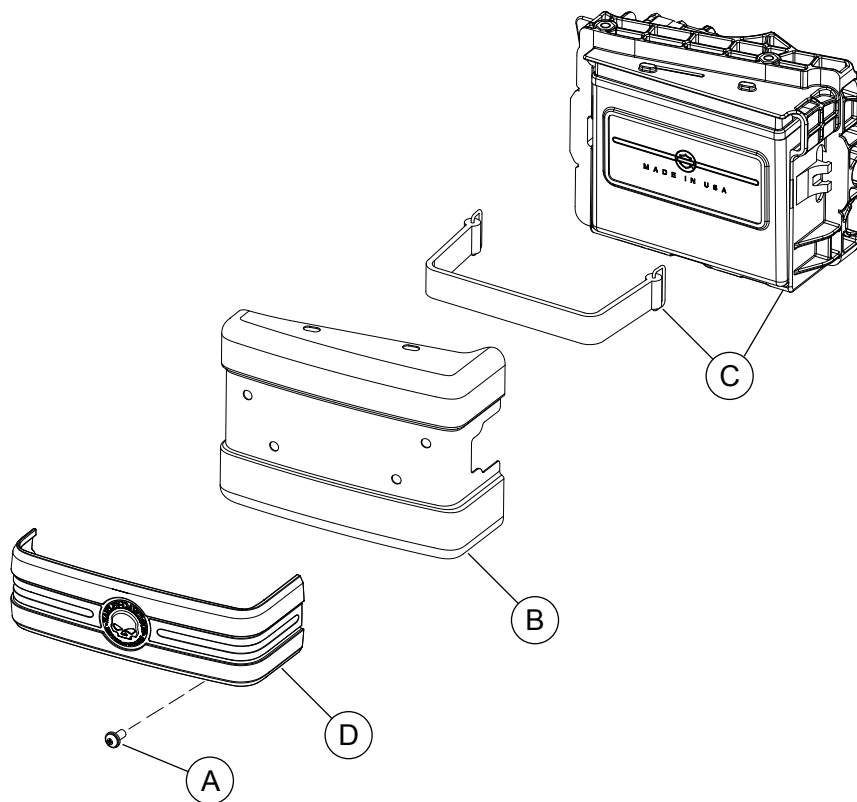
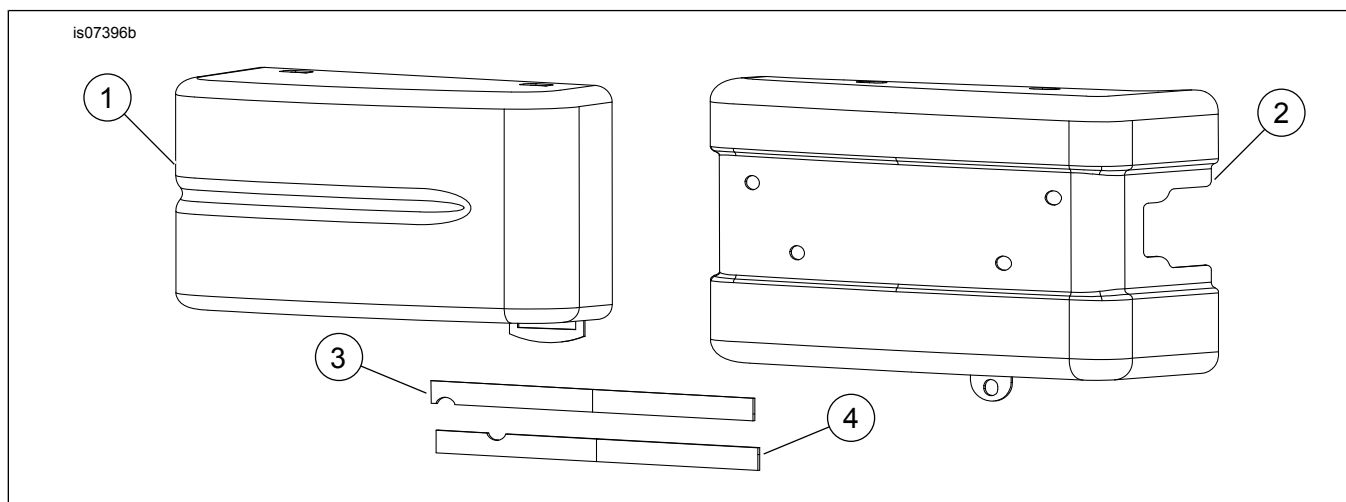

Figura 3. Parti di ricambio: Finitura originale del coperchio della batteria
Figura 5. Pannello elettrico e coperchio del pannello
Vedere Figura 5
1. Vedere Figura 3. Rimuovere la vite a testa bombata (A) che fissa il coperchio della batteria (B) al vassoio della batteria (C) stessa.
1. Vedere Figura 3. Collocare il nuovo coperchio (2) della batteria (Figura 5) sulle due linguette del vassoio della batteria (C) e fissarlo al vassoio con la vite a testa bombata (A). Serrare la vite ad una coppia di 2,3-4,6 N·m (20-40 in·lb).
2. Vedere Figura 3. Procurarsi la finitura del coperchio della batteria (D). Se si è conservata quella originale con le linguette, farla insediare sul coperchio della batteria con uno scatto. Se la finitura è stata fissata con il nastro adesivo, rimuoverlo e procedere con il punto 3.
4. Vedere Figura 5. Procurarsi il nastro dal kit (elementi 3 e 4), rimuovere la protezione adesiva da un solo lato del nastro e fissarlo alla finitura. Rimuovere la protezione adesiva da un lato del nastro e procedere al punto 5.
2. Installare il nuovo articolo del coperchio (elemento 1, Figura 5), inserendo la linguetta inferiore del pannello elettrico nel coperchio e spingendo il coperchio sul pannello.